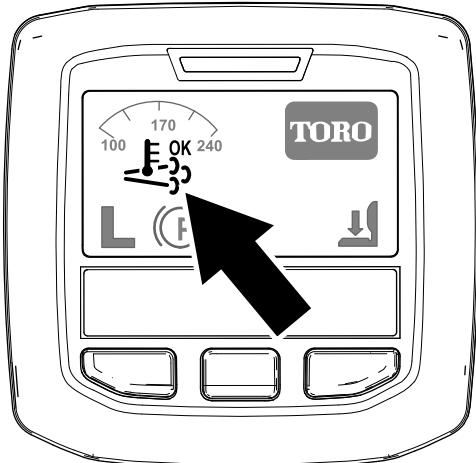

Bild 38
- Das Symbol für die unterstützte bzw. Rücksetzen-Regenerierung im InfoCenter angezeigt (Bild 38).